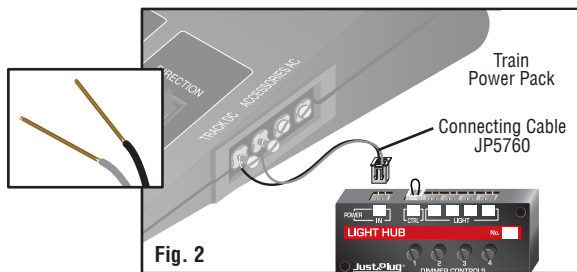
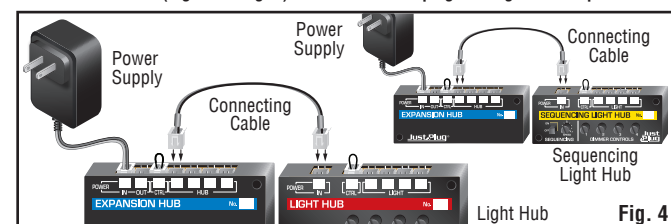

Fig. 2
Fig. 4
- To power Light Hub, insert Power Supply (JP5770-JP5773) plug into POWER IN Port (or use a 16-20VAC or 24VDC train power pack, **Light Hub Fig. 2**).
- Pour alimenter un Light Hub, insérer la fiche du Power Supply (JP5770-JP5773) dans le port **POWER IN** (ou utiliser un bloc d'alimentation de 16-20VAC ou 24VDC, **Fig. 2**).
- Para alimentar el Light Hub, inserte el enchufe de la fuente de alimentación (Power Supply, JP5770-JP5773) en el puerto **POWER IN** (o use un alimentador de energía 16-20VAC o 24VDC, **Fig. 2**).
- Zum Versorgen des Light Hub schließen Sie das Power Supply (JP5770-JP5773) an den **POWER IN**-Anschluss an (oder verwenden Sie einen 16-20-VAC oder 24VDC Modelleisenbahnakkus, **Fig. 2**).
Cut off one Connecting Cable Plug with wire cutters and strip approximately 1" of wire. Connect bare wires to the accessory terminals on a 16-20VAC or 24VDC power pack. Insert Plug on other end of Connecting Cable into Hub **POWER IN** Port (Light Hub Fig. 2).
Couper une fiche de câble de connexion avec des pinces coupantes et dénuder environ 2,54 cm de fil. Brancher les fils dénudés aux bornes d'un bloc d'alimentation de 16-20VAC ou 24VDC. Insérer la fiche à l'autre extrémité du câble dans le port **POWER IN** (Fig. 2).
Corte un enchufe del cable de conexión con un cortador de cable y pele aproximadamente 2,54 cm de cable. Conecte los cables pelados a los terminales accesorios de un alimentador de 16-20VAC o 24VDC. Inserte el enchufe del otro extremo del cable de conexión en el puerto **POWER IN** del Hub (Fig. 2).
Schneiden Sie einen Verbindungskabelstecker mit einer Drahtzange ab und entfernen Sie ca. 2,54 cm Isolierung. Schließen Sie die blanken Drähte an die Zubehörklemmen eines 16-20VAC oder 24VDC-Akkus an. Schließen Sie den Stecker an der anderen Seite des Verbindungskabels an den **POWER IN**-Anschluss des Hub an (Fig. 2).
To expand your lighting system, connect Light Hubs to an Expansion Hub (JP5702). To use an Expansion Hub, insert Power Supply (JP5770-JP5773) plug into the Expansion Hub's **POWER IN** Port (or use a 16-20VAC or 24VDC train power pack, **Light Hub Fig. 2**). Then insert Connecting Cable Plug into Expansion Hub **HUB** Port and opposite Plug into Light Hub or Sequencing Light Hub **POWER IN** Port (Light Hub Fig. 4). **CAUTION: Do not plug LED Lights into Expansion Hub.**
Pour étendre votre système d'éclairage, connectez les Light Hubs à un Expansion Hub (JP5702). Pour utiliser un Expansion Hub, insérez la fiche du Power Supply (JP5770-JP5773) dans le port **POWER IN** du Expansion Hub (ou utiliser une source d'alimentation pour train 16-20VAC ou 24VDC, **Light Hub Fig. 2**). Insérez ensuite la fiche du Connecting Cable dans le port **HUB** du Expansion Hub et la fiche opposée dans le port **POWER IN** du Light Hub ou du Sequencing Light Hub (Light Hub Fig. 4). **ATTENTION : ne pas brancher des lumières LEDs dans le Expansion Hub.**
Para ampliar su sistema de iluminación, conecte los Light Hubs a un Expansion Hub (JP5702). Para utilizar un Expansion Hub, inserte el enchufe de la Power Supply (JP5770-JP5773) en el puerto **POWER IN** del Expansion Hub (o utilice una fuente de alimentación de tren de 16-20VAC o 24VDC, **Light Hub Fig. 2**). A continuación, inserte el enchufe del Connecting Cable en el puerto **HUB** del Expansion Hub y el enchufe opuesto en el puerto **POWER IN** del Light Hub o del Sequencing Light Hub (Fig. 4 del Light Hub). **PRECAUCIÓN: No conecte luces LED al Expansion Hub.**
Um Ihr Beleuchtungssystem zu erweitern, schließen Sie Light Hubs an einen Expansion Hub (JP5702) an. Um einen Expansion Hub zu verwenden, stecken Sie den Stecker des Power Supply (JP5770-JP5773) in den **POWER IN** Port des Expansion Hubs (oder verwenden Sie ein 16-20VAC oder 24VDC Zugnetzteil, **Light Hub Fig. 2**). Stecken Sie dann den Stecker des Connecting Cable in den **HUB**-Anschluss des Expansion Hub und den gegenüberliegenden Stecker in den **POWER IN**-Anschluss des Light Hub oder Sequencing Light Hub (Light Hub Fig. 4). **VORSICHT: Schließen Sie keine LED-Leuchten an den Expansion Hub an.**